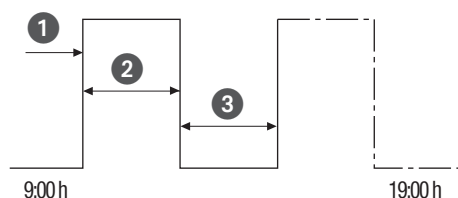

Fig. 32: Commutation de cycle
- (fig. 32/①) heure de démarrage
- (fig. 32/②) durée MARCHE = commutation MARCHE
- (fig. 32/③) durée ARRÊT = commutation ARRÊT